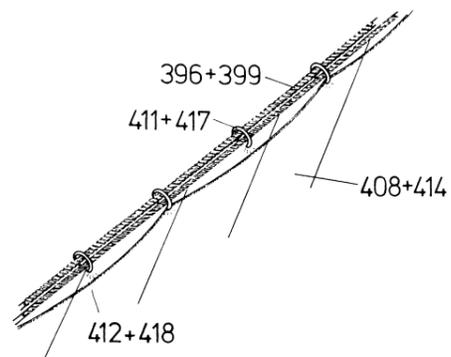

Abb.17
Für den Außenklüver 408 stechen Sie kleine Löcher in das Segel, biegen die Ringe 411 etwas auf, stecken diese durch das Segel und schließen sie über dem Stag 396 gem. Abb. 17.
- 412: 411-57-182 Bogen 2, 4, 6, Abb. 17
| 418: | 411-59-183 | Bogen 2, 4, 6, Abb. 17 |